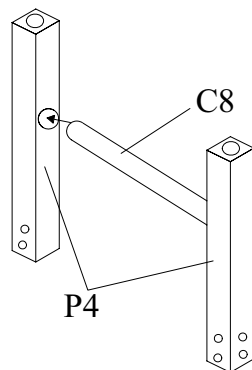

FIGURE 3A
- 7** INSERT CROSS BAR (**C8**) INTO LEGS (**P4**) AS SHOWN IN **FIGURE 3A**.